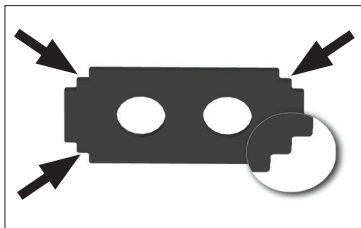
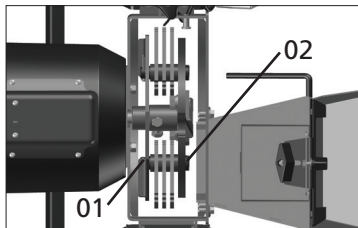

Fig. 17
Fig. 18
Os martelos móveis dos trituradores possuem 4 faces dentadas utilizáveis [Fig. 17, pág. 13]. Troque a posição de uso sempre que notar desgaste, e substitua os martelos quando as 4 faces estiverem desgastadas. Para inverter o lado de uso, retire os contrapinos dos eixos (1) e saque os eixos (2) pelo funil de produtos verdes nos modelos TRE30, TRE40MA, TR40 e TRE40. Feito isso, troque o lado de uso dos martelos [Fig. 18, pág. 13]. Sempre que remover algum dos contrapinos (1), não reutilize-os, substitua por novos contrapinos, para evitar acidentes.